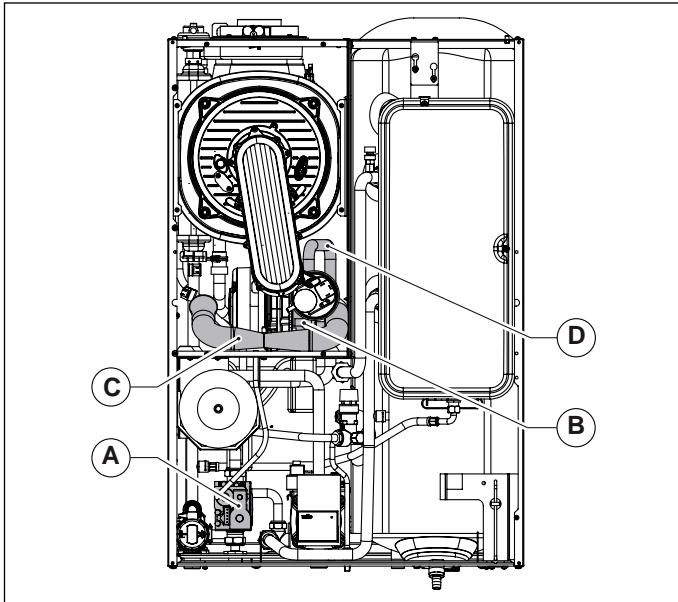

Fig. 32 Silenciador de aspiración
- Quitar la cámara de aspiración, teniendo cuidado de desatornillar primero el tornillo que la fija al mezclador (ver Fig. 32 Silenciador de aspiración).
- Desconectar el tubo de gas del mezclador (ver Fig. 32 Silenciador de aspiración).